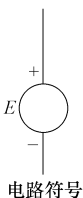

图 4-97 恒压源电路符号和特性曲线
1) 恒压源特性曲线。如图 4-97 所示是恒压源电路符号和特性曲线。